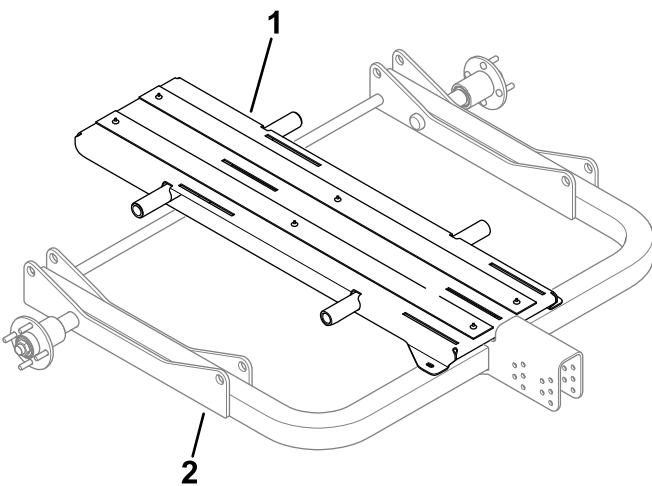

Figura 18
1. Posizionate il supporto centrale sul telaio principale come illustrato nella Figura 18.